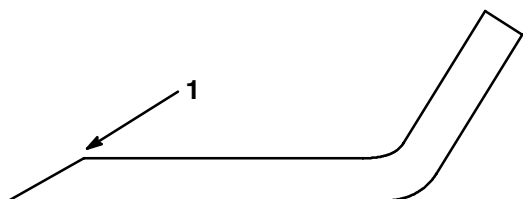

Figure 38
1. Au moyen d'une lime, aiguiser les arêtes de coupe aux deux bouts de la lame (Fig. 38) en veillant à conserver l'angle de coupe d'origine. Limer la même quantité de métal sur chacune des deux arêtes pour ne pas déséquilibrer la lame.